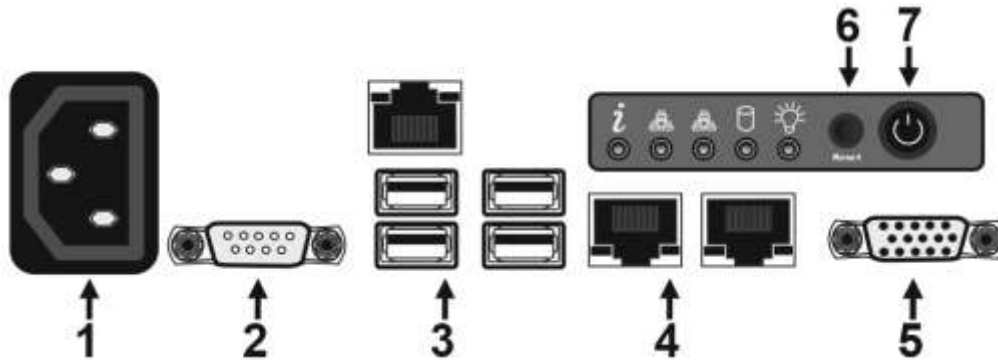

Рисунок 2. Назначение элементов системного блока.
2.4 Назначение элементов системного блока представлено на рис.2: